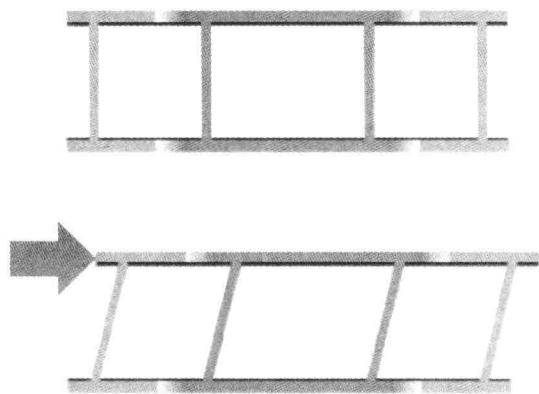

图 1-11 菱形损伤
4) 菱形损伤。菱形损伤是指碰撞后汽车的一侧移到了后边或前边的车身变形形式。菱形损伤会影响到整个车身的外形,通常表现出来的现象是发动机罩、车门、行李箱盖等错位,后轮罩、后围板、车顶等部位可能出现折皱。菱形损伤如图 1-11 所示。